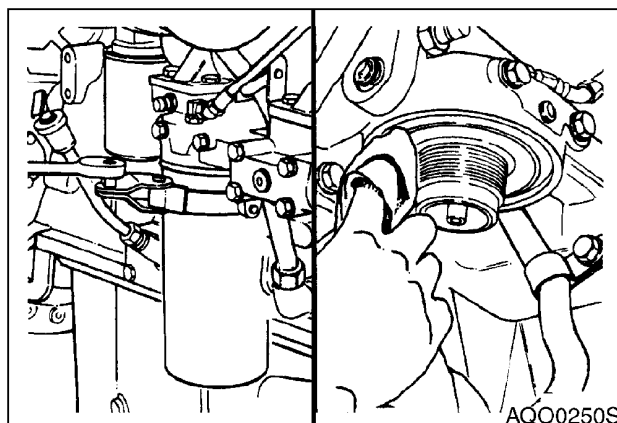

Рис. 55
2. Заменить фильтр моторного масла. Фильтр моторного масла представляет собой навинчиваемый фильтр (рис. 55). Снять и утилизировать фильтр.